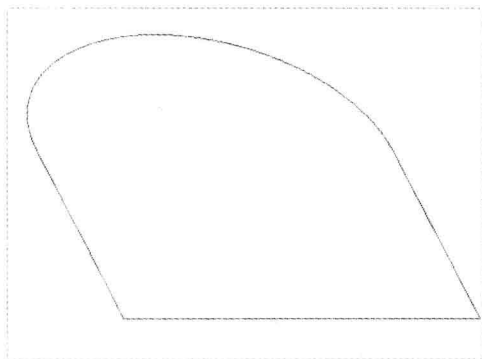

图 9-73 图形文件
Step 01 按【Ctrl+O】组合键，打开图形文件，如图9-73所示，在“功能区”选项板的“模型”选项卡中，单击“曲面”面板中的“造型”按钮。